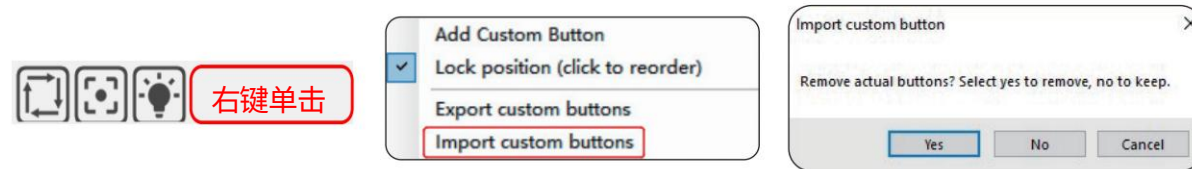

图4 导入自定义按钮
·接下来我们要将自定义按钮导入到LaserGRBL中。打开LaserGRBL程序,在下方按钮旁边的空白处单击右键 (如图4),然后选择<导入自定义按钮>,并选择之前下载自定义按钮zip文件进行导入,一直点击是 (Y)直到没有弹窗。